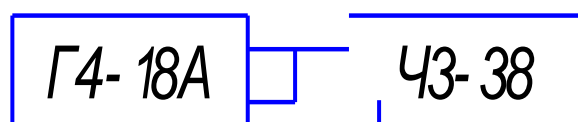

Рис.2
3. Соберите схему рабочего места по рис. 2.